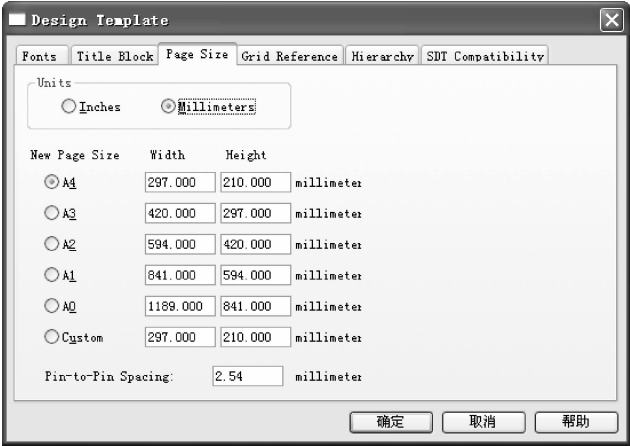

图 6-139 “Design Template (设计向导)”对话框
1) 选择菜单栏中的“Options (选项)”→“Design Template (设计向导)”命令，系统将弹出“Design Template (设计向导)”对话框，打开“Page Size (页面设置)”对话框，如图 6-139 所示，在此对话框中对图样参数进行设置。